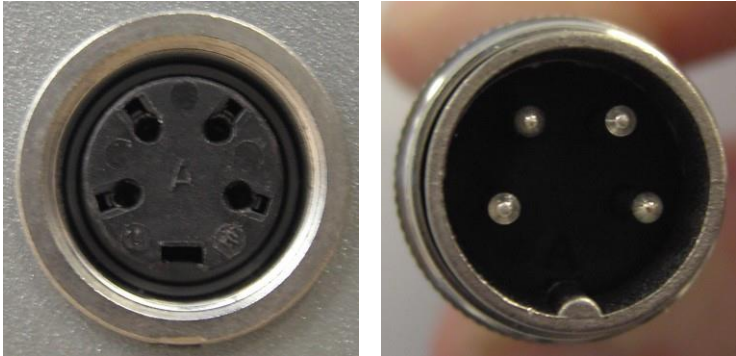

Figura 3-24. Alineación de las clavijas del conector del interruptor de pie con los orificios correspondientes del receptáculo
- Haga coincidir las clavijas del conector del cable del interruptor de pie con los orificios correspondientes de su receptáculo en la parte trasera del sistema, como se muestra en la Figura 3-24.